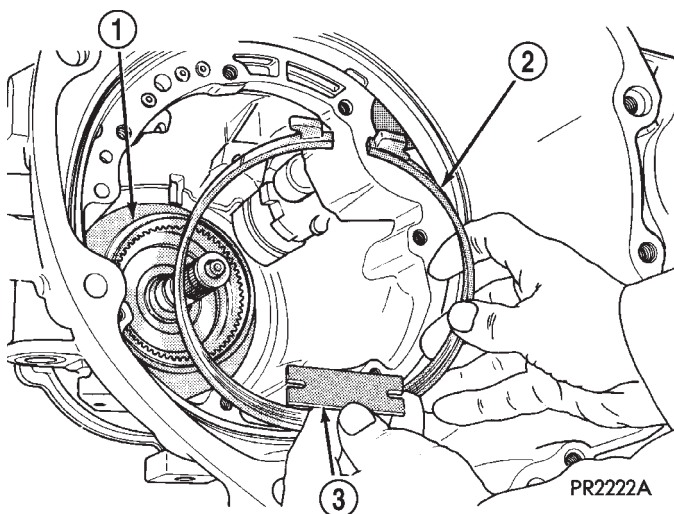

Fig. 46 Correa de baja y marcha atrás, y montante
(2) Instale la correa de baja y marcha atrás (Fig. 46). No instale el montante ni la ajuste en este momento.